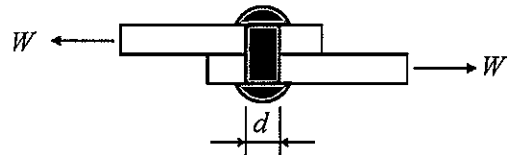

図1
- 【2】 図1に示すリベット接合されている2枚の板材が、両端から $W=15\text{ kN}$ の引張荷重を受けている。リベットの直径 $d=7\text{ mm}$ 、許容せん断応力 $\tau_{al}=35\text{ MPa}$ のとき、リベットの必要本数を求めなさい。(14点)